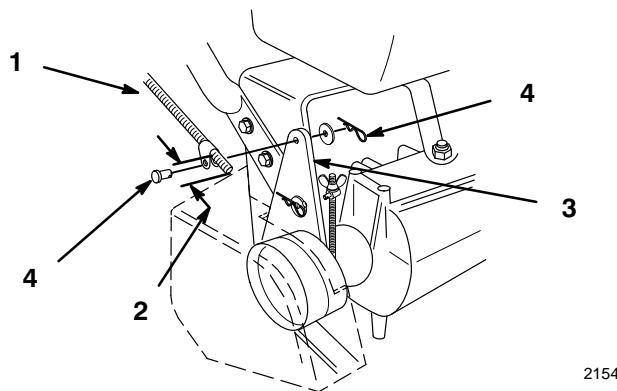
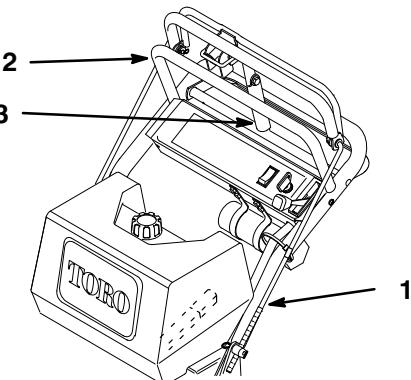

Abbildung 7
Abbildung 8
1. Auf jede Stange ein Anschlußstück auf eine Höhe von ca. 51 mm (2") hochschieben (Abb. 7) oder so weit, bis der obere Fahrantreibshebel (Abb. 8). ungefähr senkrecht zum Boden ausgerichtet ist.
2. Die Enden der Anschlußstücke an die Befestigungsbohrungen in der Halteplatte (von außen) mit Sicherungsstift, Unterlegscheiben und Sicherungssplinten befestigen (Abb. 7).
3. Den Abstand zwischen dem oberen Fahrantreibshebel und dem oberen Holm kontrollieren, wenn die Radantriebsriemen ganz eingekuppelt sind. Der Abstand sollte etwa 25–32 mm (1- 1 1/4") betragen (Abb. 8).
5. Die Bremsstangen sollten so eingestellt werden, daß der Bremshebel eng an den oberen Holm hochgeschwenkt werden kann, während gleichzeitig der obere Fahrantreibshebel nach hinten gezogen wird (Abb. 8).